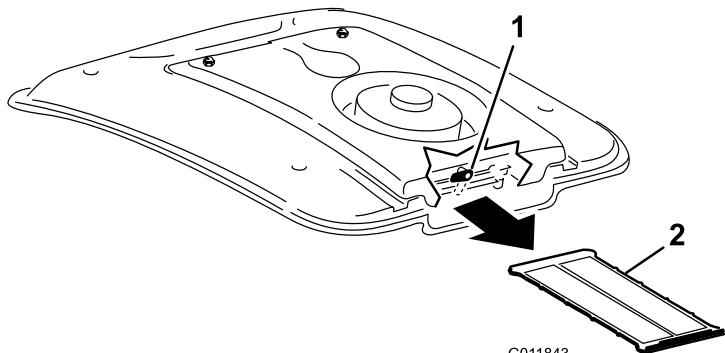

図 57
2. ファンマウントの後部についているラッチを上に回して横向きにする（図 57）。
3. エアコンコイルからスクリーンを引き出す（図 57）。
4. スクリーンを圧縮空気でていねいに洗浄する（図 57）。